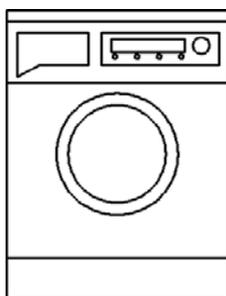

图 17.6.18 绘制圆
Step12. 绘制圆。选择下拉菜单 **绘图(D)** → **圆(C)** → **圆心、半径(R)** 命令, 在命令行的提示下输入“450,90”后按 Enter 键, 输入半径为 37 后按 Enter 键结束圆的绘制, 完成后如图 17.6.18 所示。